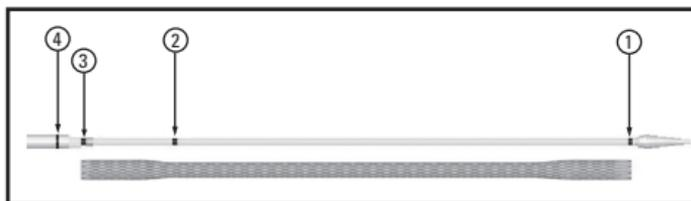
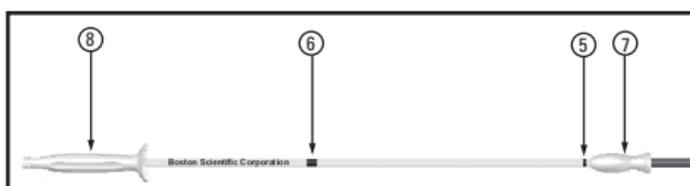

Figure 2. Dispositif de mise en place et repères radio-opaques
Figure 3. Dispositif de mise en place, repères visuels et poignées
Les quatre repères radio-opaques facilitent le déploiement du stent sous radioscopie. Les repères radio-opaques du tube interne indiquent la longueur du stent contracté sur le dispositif de mise en place (Figure 2, n° 1 et 3). Le repère du cathéter interne situé entre les repères du stent contracté indique l'endroit à partir duquel le stent ne peut plus être contracté (Figure 2, n° 2). Il est possible de contracter et de repositionner le stent jusqu'à ce point deux fois au maximum, selon le besoin. À l'extrémité distale du cathéter externe, un quatrième repère radio-opaque indique le niveau de déploiement du stent (Figure 2, n° 4). L'extrémité et le tube interne, radio-opaques eux aussi, peuvent également être utilisés lors de la radioscopie. Après avoir placé le guide, retirer l'endoscope du corps du patient et laisser le guide en place. Réinsérer l'endoscope le long du guide pour pouvoir visualiser directement le déploiement du stent si nécessaire. Incliner la tête du patient de sorte à obtenir la trajectoire la plus droite possible pour faire progresser le dispositif de mise en place sur le guide. Il est possible d'appliquer un lubrifiant, selon le besoin.
Sous visualisation radioscopique, positionner le stent en plaçant le repère radio-opaque proximal au-dessus du bord proximal de la tumeur et le repère radio-opaque distal en dessous du bord distal de la tumeur. La tumeur doit être bien centrée par rapport aux repères (Figure 2, n° 1 et 3). Le stent couvre ainsi correctement la tumeur. Il n'est pas nécessaire de franchir le sphincter inférieur de l'œsophage (SIO) : l'extrémité distale du stent devrait pouvoir demeurer au-dessus du SIO afin de lui permettre de continuer à fonctionner normalement et de réduire les reflux gastriques. En fonction du développement de la tumeur et de la sténose, il est possible d'introduire le stent dans le SIO.
Déploiement du stent : d'une main, tenir la poignée distale (la plus éloignée de l'opérateur, Figure 3, n° 7) du dispositif de mise en place et, de l'autre main, saisir et maintenir immobile la poignée proximale (la plus proche de l'opérateur, Figure 3, n° 8). Un segment jaune équipé de repères visuels est situé entre les poignées. Ces repères sont destinés à faciliter le déploiement du stent. Avant le déploiement du stent, il est possible de visualiser un repère en position entièrement contractée/non déployée (Figure 3, n° 5).
Afin de déployer le stent, tenir la poignée distale (la plus éloignée de l'opérateur, Figure 3, n° 7) d'une main et la poignée proximale (la plus proche de l'opérateur, Figure 3, n° 8) de l'autre. Ensuite, pousser lentement la poignée distale vers la poignée proximale, tout en maintenant cette dernière immobile. Surveiller la libération du stent sous radioscopie et/ou endoscopie, en prenant soin de maintenir les repères radioscopiques sur le dispositif de mise en place entre les bords identifiés de la sténose. Il est également possible d'arrêter le déploiement, si nécessaire, et de régler le stent en position proximale avant de passer le repère de contraction (Figure 3, n° 6). Se reporter à la section « Technique de contraction ». Une fois le stent correctement mis en place, procéder au déploiement complet.
- Le stent peut être contracté autant que nécessaire tant qu'il n'a pas franchi les repères de contraction (repère radio-opaque Figure 2, n° 2 ; repère visuel Figure 3, n° 6).
Remarque : Le stent est entièrement contracté lorsque le repère visuel (Figure 3, n° 5) est totalement visible.